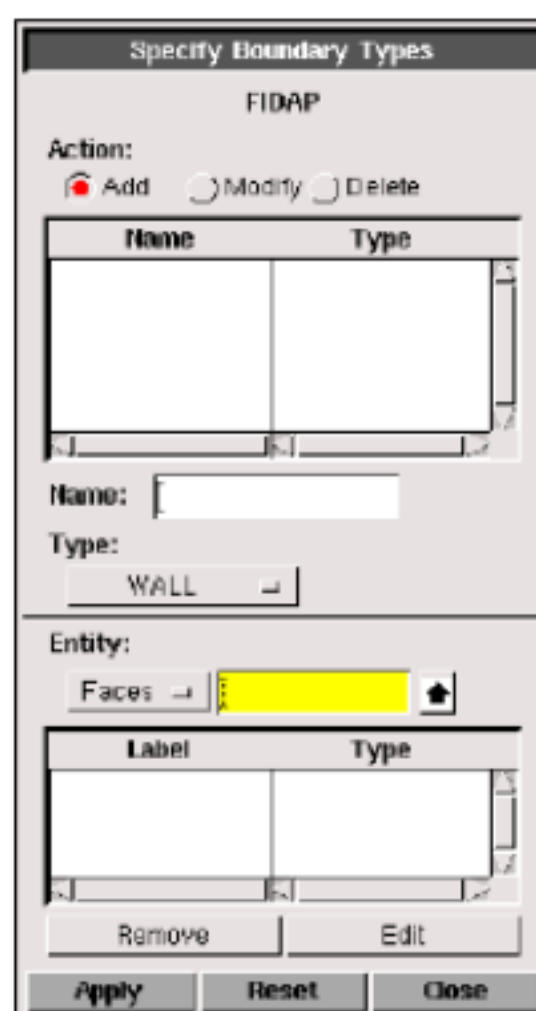

图 29
3. 单击  按钮，出现 Specify Boundary type 对话框 ( 见图 29 )。